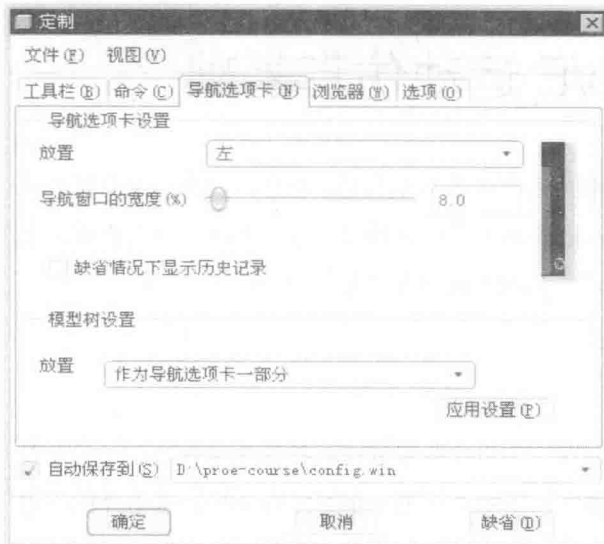

图 1.4.3 “导航选项卡”选项卡
(1) 在“定制”对话框中单击  导航选项卡(N) 选项卡，可以对导航选项卡放置的位置、导航窗口的宽度以及模型树的放置进行设置，如图 1.4.3 所示。